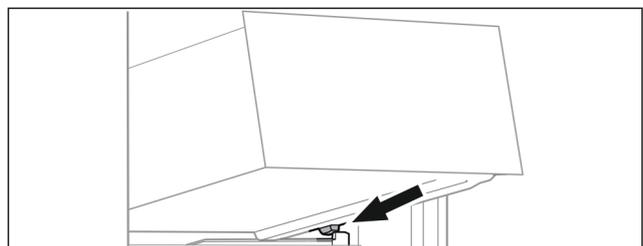

Fig. 29
- ▶ Schubfach schräg hinter den Stoppfern auf Behälterrippe aufsetzen. (siehe Fig. 29)